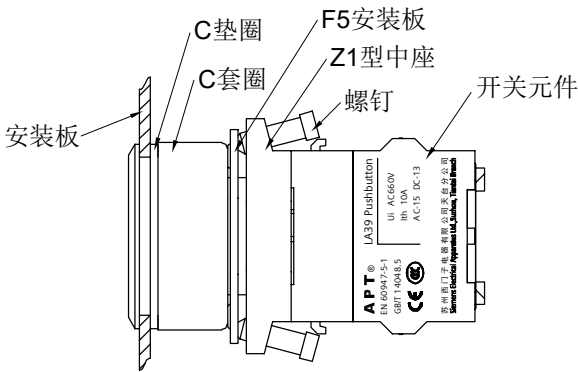

图2
a.安装板厚≤1.5mm时，C1-Y(S)型号装配图2所示2个C垫圈；